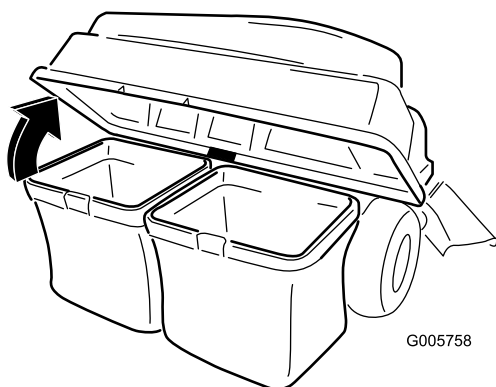

Figure 25
3. Ouvrez (soulevez) le couvercle du système de ramassage (Figure 25).